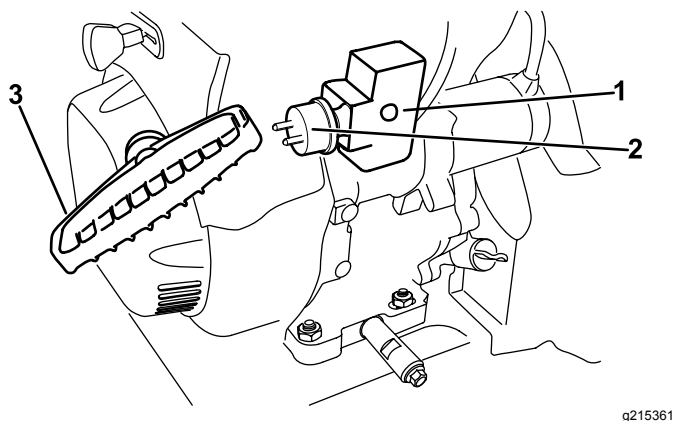

Figura 29
7. Avviate la macchina tirando la maniglia dell'avviatore autoavvolgente o premendo il pulsante dell'avviamento elettrico (Figura 29).